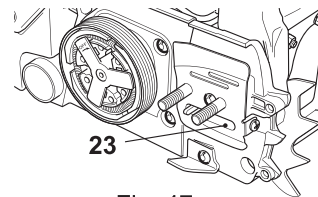

Fig. 47
2. Examinez l'orifice du réservoir d'huile (23) s'il est bouché, nettoyez-le afin d'assurer un graissage correct de la chaîne et du guide-chaîne lorsque l'appareil fonctionne. Utilisez pour cela un fil de fer souple assez fin pour être à introduire dans le trou de vidange d'huile (Fig. 47).